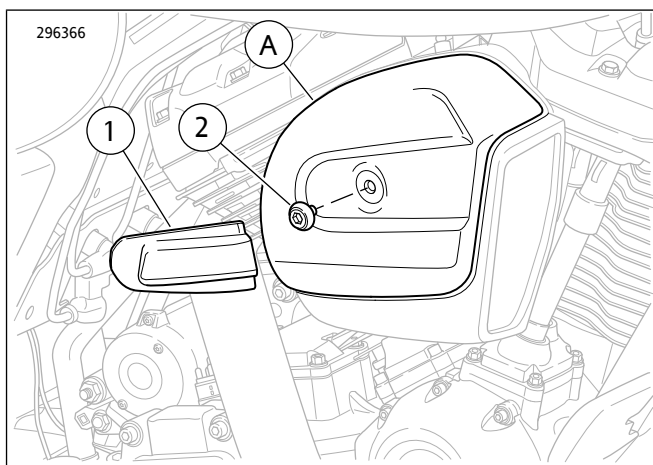

图1。Screamin' Eagle空气滤清器徽章
参见图1和表1。
1. 参见图1和表1。拆下空气滤清器盖(A)。